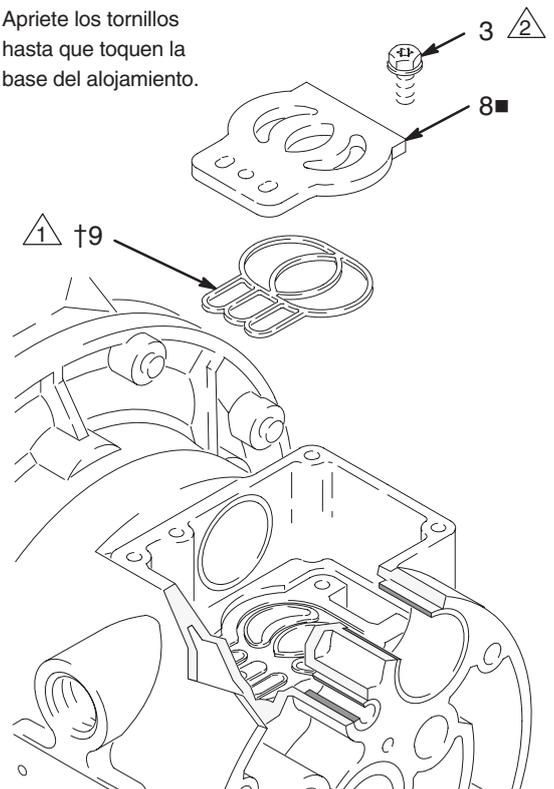

Fig. 11
5. Revise la placa de la válvula (8■) montada. Si se encuentra dañada, utilice un destornillador Torx (T20) o una llave de tubo de 7 mm para extraer los tres tornillos (3). Extraiga la placa de la válvula (8■) y el sello (9). Consulte la Fig. 11.
2. Instale el sello de la placa de la válvula (9†) en la ranura de la base de la cavidad de válvulas. La cara redondeada del sello **debe estar orientada hacia abajo** en la ranura. Consulte la Fig. 11.
3. Instale la placa de la válvula (8■) en la cavidad. La placa es reversible, siendo indiferente la orientación. Instale los tres tornillos (3) utilizando un destornillador Torx (T20) o una llave de tubo de 7 mm. Apriete los tornillos hasta que toquen la base del alojamiento. Consulte la Fig. 11.